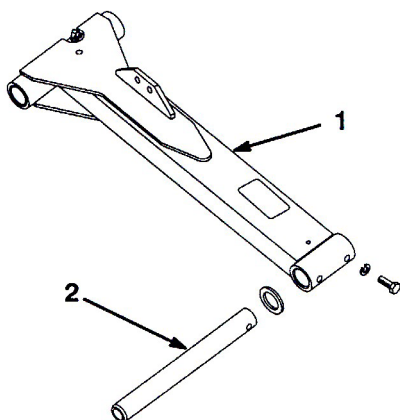

図6
1. 左昇降アームにピボット・ロッドを差し込み (図6)、取り付け穴を整列させる。